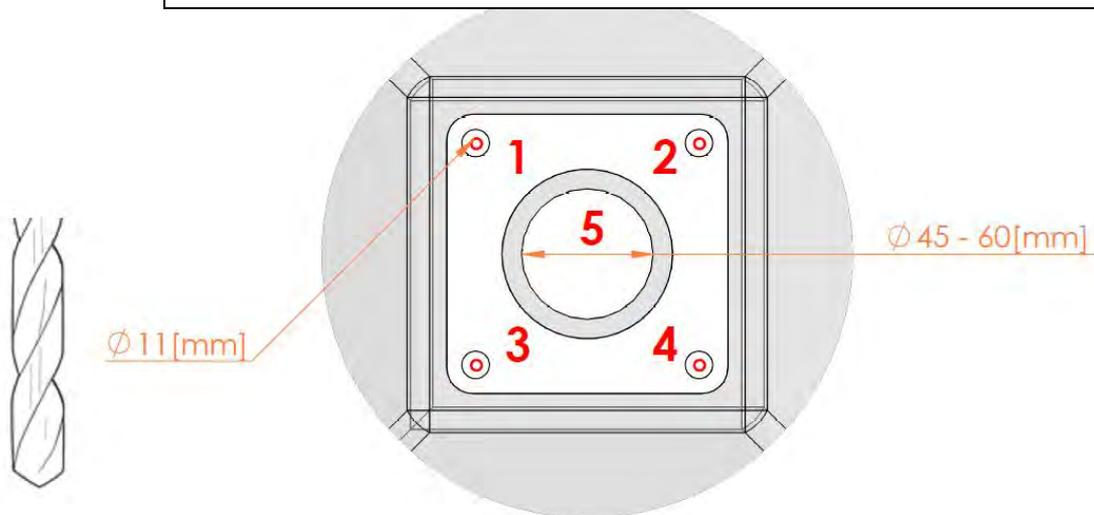
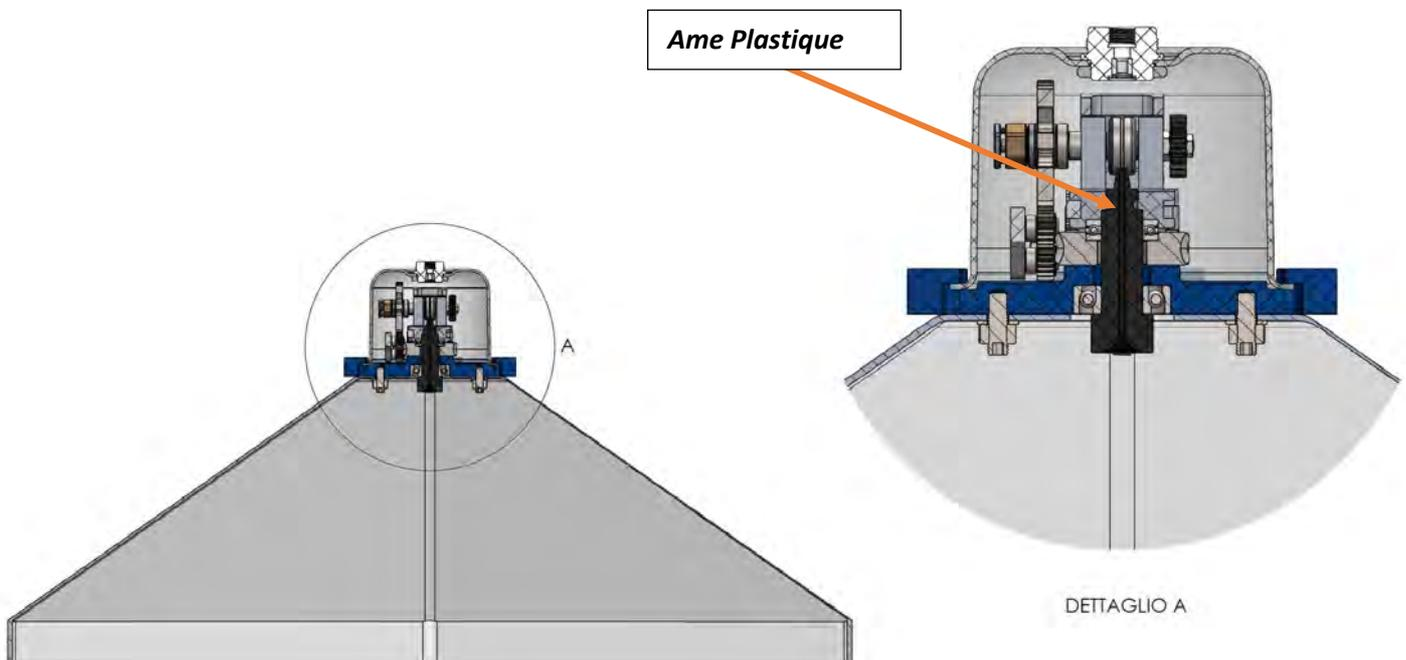

Figure 8
Figure 11
2. Percez la coupole en suivant les diamètres indiqués sur la figure 8 ;
Le trou central n.5 (figure 8) doit être réalisé en respectant le diamètre indiqué. L'exécution d'un trou d'un diamètre inférieur à celui indiqué peut compromettre le bon fonctionnement du Twister, car il ne permettrait pas la rotation correcte du noyau en plastique dans lequel passe le fil. Figure 11.
5. Fixez enfin le Twister en vissant les écrous en vous assurant du bon positionnement des rondelles. Figure 11